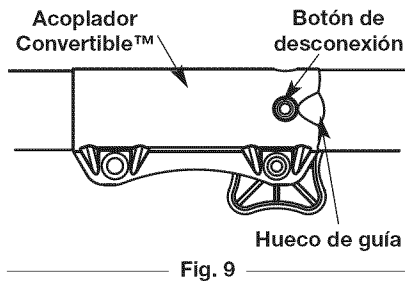

Fig. 9
2. Coloque el control de encendido y apagado en posición de APAGADO (O) (Fig. 9).
2. Opima y sostenga el botón de desconexión (Fig. 9).
NOTA: La alineación del botón de desconexión con el hueco de guía facilitará la instalación (Fig. 9).